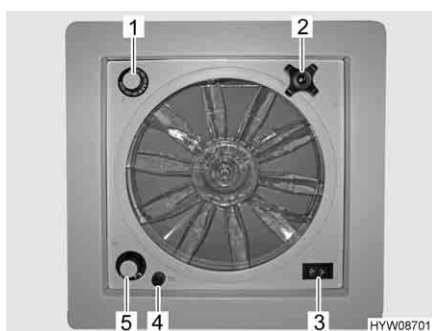

Fig. 71 Oblò con ventilatore
- Un fusibile da 4 A (Fig. 71,4) protegge da sovraccarico il motore del ventilatore. Se si verifica un sovraccarico: Individuare per prima cosa la causa (ad es. il ventilatore è sporco), poi sostituire il fusibile.
Apertura oblò: ■ Ruotare la maniglia girevole (Fig. 71,2), finché non si raggiunge l'angolo di apertura desiderato.
Aerazione/sfiato: ■ Portare l'interruttore a levetta (Fig. 71,3) su "Aerazione" (flusso d'aria dall'esterno verso l'interno) o "Sfiato" (flusso d'aria dall'interno verso l'esterno).
Spegnimento del ventilatore: ■ Portare l'interruttore a levetta (Fig. 71,3) sulla posizione centrale.
Impostazione della velocità del ventilatore: ■ Posizionare l'interruttore girevole (Fig. 71,5) sul grado desiderato:
Impostazione della temperatura: ■ Ruotare il termostato (Fig. 71,1) fino alla battuta in direzione "blu".